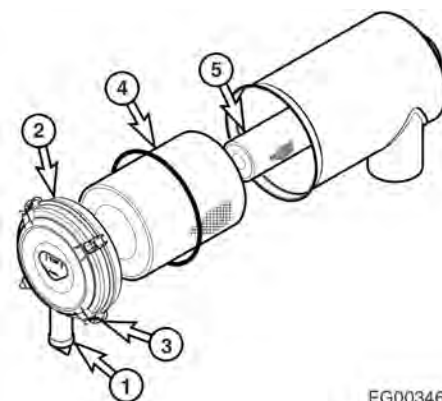

Рис. 70
3. Удалить крышку (2, рис. 70), отстегнув защелки (3).
4. Удалить наружный фильтр (4, рис. 70) из корпуса. Не удалять внутренний фильтр (5).
5. Очистить наружный фильтр (4, рис.70), продувая сжатый воздух через фильтр с внутренней стороны фильтра к наружной. Не применять давление воздуха свыше 205 кПа.